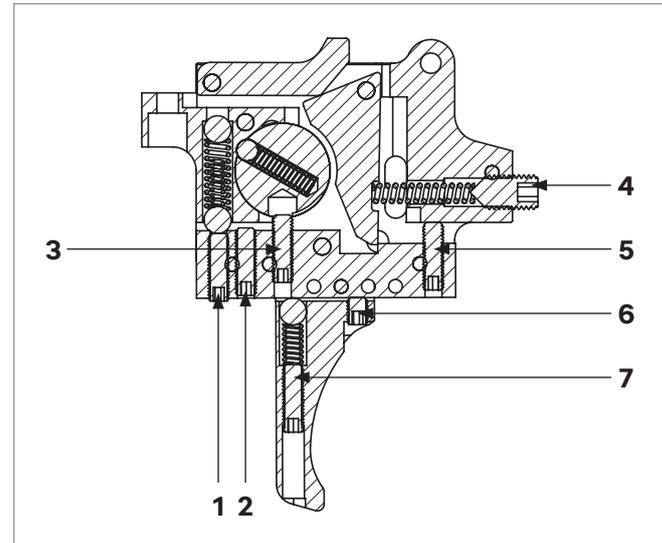

РИС. 48
Если всё-таки есть потребность в регулировке спускового механизма, настоятельно рекомендуем ознакомиться с его устройством (РИС. 48) и инструкцией (приводится ниже).
Регулировка усилия свободного хода спускового крючка осуществляется с помощью винта №7 (РИС. 48).
Регулировка длины свободного хода спускового крючка осуществляется с помощью винта №6 (РИС. 48).
Регулировка усилия спуска осуществляется с помощью винта №1 (РИС. 48).
Регулировка длины рабочего хода осуществляется с помощью винтов №2 и №5 (РИС. 48).
После регулировки длины рабочего хода винтами № 2 и № 5 (РИС. 48) необходимо отрегулировать предохранитель (см. ниже).
Регулировка предохранителя осуществляется с помощью винта № 3 (РИС. 48).
Если рычаг предохранителя не поворачивается (это возможно после регулировки длины рабочего хода винтами № 2 и 5 (РИС. 48)), необходимо выкрутить (ПРОТИВ часовой стрелки) винт № 3 (РИС. 48) до момента, пока не удастся сдвинуть рычаг. Винтовка поставлена на предохранитель!
- ▲ Затем вкрутите (ПО часовой стрелке) винт № 3 (РИС. 48) до упора.
- ▲ Далее нужно слегка ослабить винт № 3 (РИС. 48), повернув его ПРОТИВ часовой стрелки на 90°.